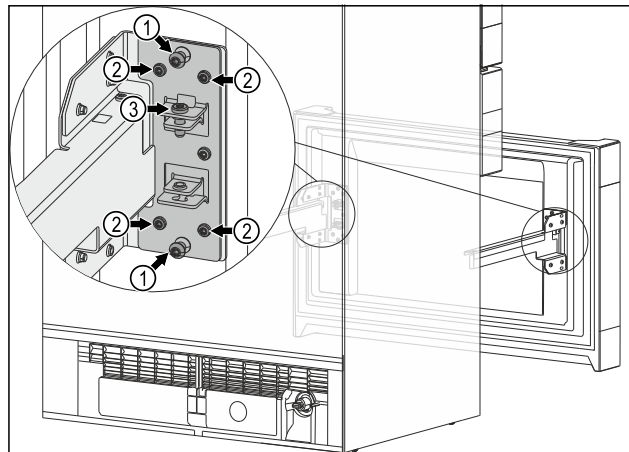

Fig. 13
- ▶ Odstraňte oba středové šrouby Fig. 13 (1).
- ▶ Povolte všechny čtyři šrouby Fig. 13 (2).
- ▶ Vysouvací vozík dosáhl koncové polohy: Utáhněte všechny čtyři šrouby Fig. 13 (2).
- ▶ Středové šrouby Fig. 13 (1) již nepotřebujete.